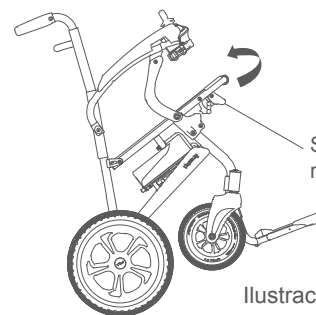
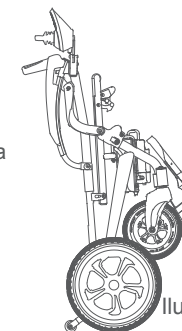

Ilustración 5.12
Ilustración 5.13
- Sostenga la rueda reposamanos con su mano izquierda, y tire de la palanca retractora con su mano derecha, con dirección hacia arriba, y entonces la silla de ruedas se retrae según se muestra en la Ilustración 5.12. Después del plegado, coloque la silla de ruedas erguida, según se muestra en la Ilustración 5.13.